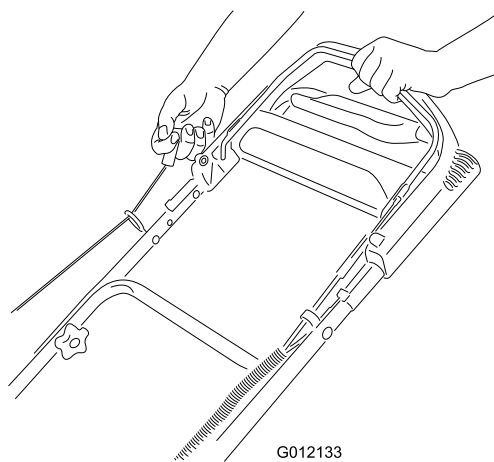

**Figura 11**
1. Tenete la barra di comando della lama (Figura 11) contro la stegola.